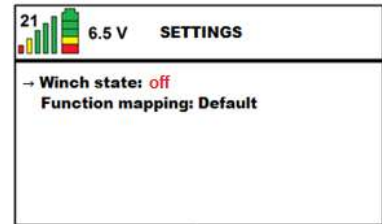

Figure 51
- Désactivez le treuil en mettant dans le menu de la télécommande le **Winch state** sur **OFF** (voir Figure 51).